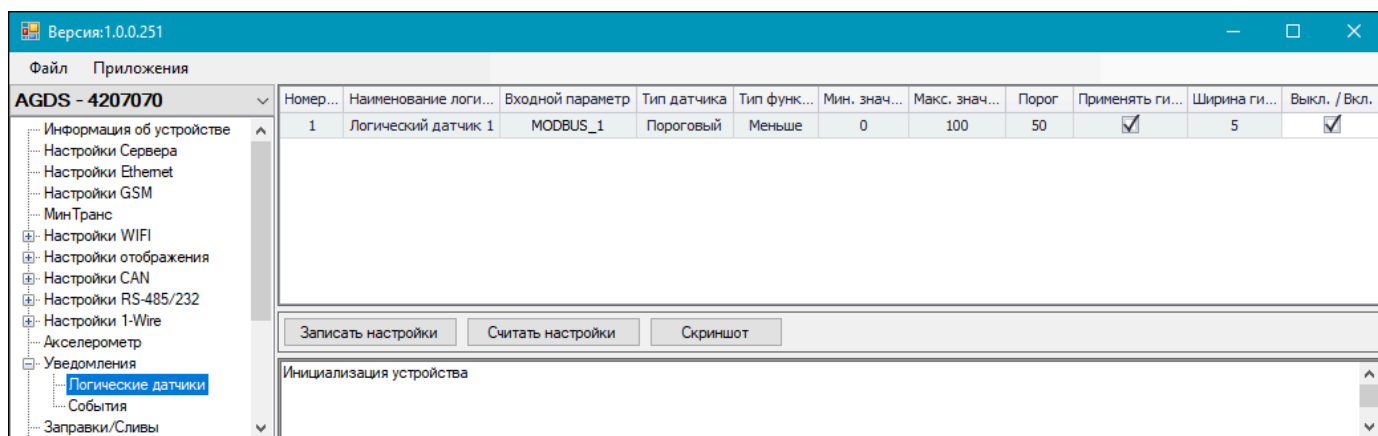

Рис.92. Рабочая область пункта «Логические датчики»
10. Выберите в списке программы-конфигуратора пункты Уведомления | Логические датчики (Рис.92).